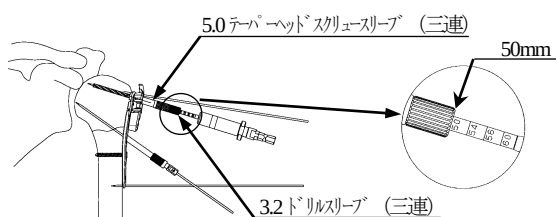

図 11-1
- 1) 後端に 3.2 ドリルアダプタを装着した 3.2 中空ドリルにてドリリングします（図 11-1）。ドリル軸部分には目盛りマーキングがされており、ドリルスリーブの後端でこの目盛りを読み取ることが可能です。この時、ドリル先端位置とスクリュー先端位置が同位置となります。